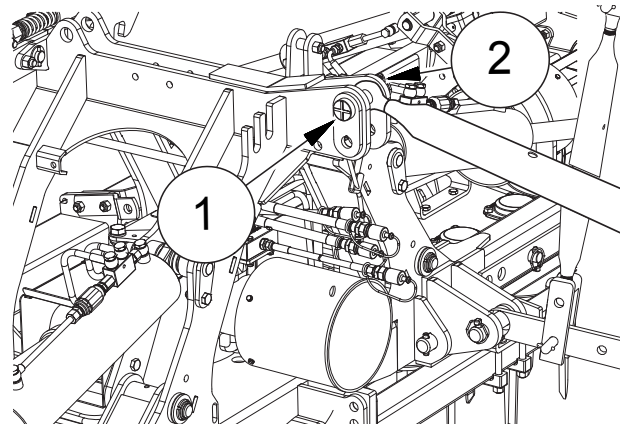

FIG. 24
- Den Koppler des Hebers an den 3-Punkt-Anschluss nähern ("Fig. 24"). Den Koppler so regulieren, dass die Maschine auf den Boden positioniert bleibt. Den Anbau-Pin einsetzen (1). Den Pin mit dem ausgestatteten Auslöse-Splint sperren (2).